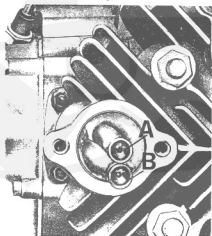

Fig. 32
NB. — Tener presente che l'astina interna (A) « aspirazione » deve trovarsi in alto; mentre la astina (B) « scarico » deve trovarsi in basso (vedere fig. 32).